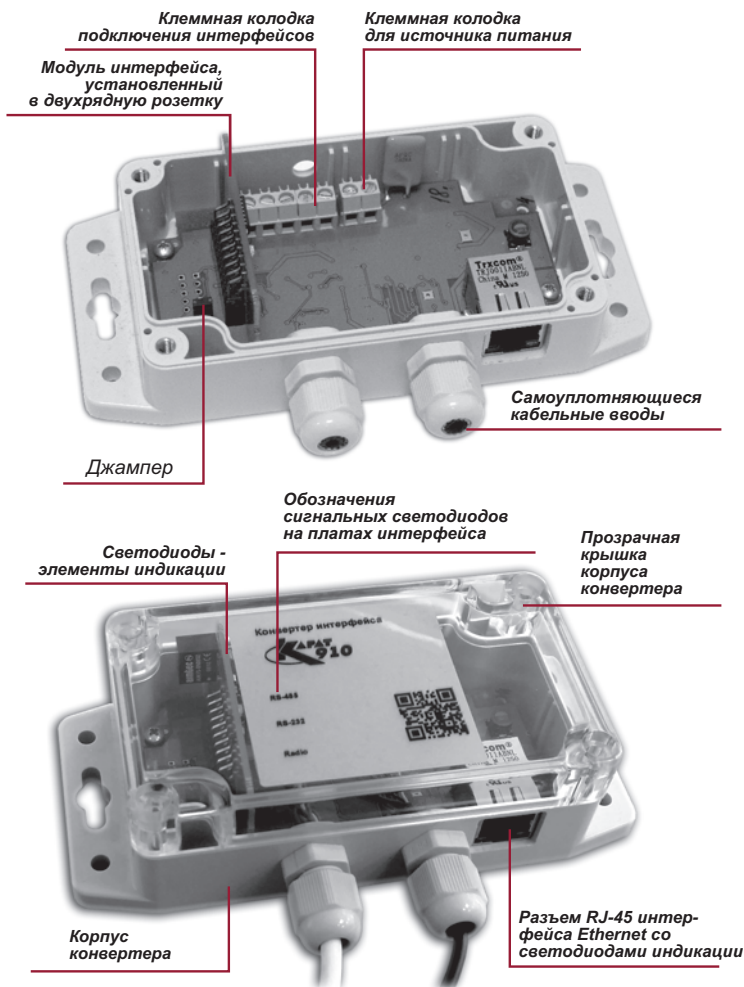

Рисунок 1 – Внешний вид конвертера интерфейса KARAT-910
- снять джампер (перемычку), расположенный на печатной плате около двухрядной розетки, смотрите рисунок 1;